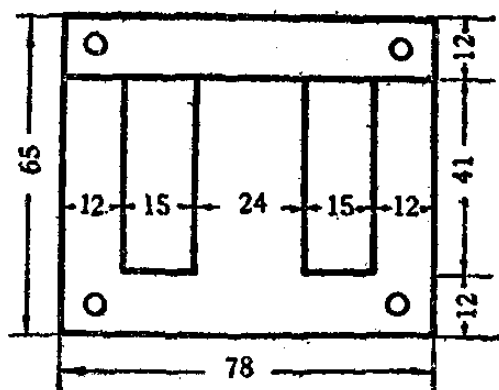

图3-11
1. 变压器铁心，采用日字形铁心，截面积为6.24平方厘米，它的平面尺寸如图3-11，迭起来的厚度为26毫米左右。这种铁心可用其他旧的变压器上拆下来的铁心代替，但在繞制变压器线圈的时候，必須考虑到你所选用的铁心窗口大小，否則繞好的线圈会放不进铁心的。